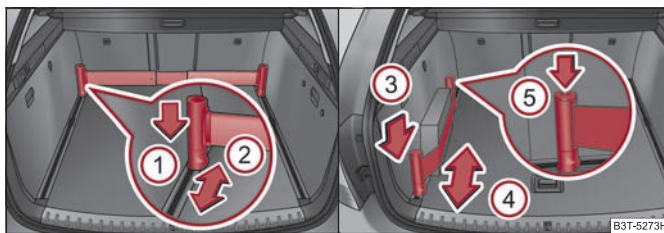

Fig. 25 Asta telescopica e cinghia di fissaggio
- Premere la parte superiore del supporto nella direzione della freccia ① ⇒ fig. 25 e spingerlo contemporaneamente nella posizione desiderata, freccia ②.
- Premere il supporto nella direzione della freccia ③ ⇒ pag. 18, fig. 25 e spingerlo contemporaneamente nella posizione desiderata, freccia ④.
- Premere il tasto ⑤ sul lato superiore del supporto e tendere la cinghia.
- La cina di fissaggio può essere completamente arrotolata premendo il tasto ⑤ ⇒ pag. 18, fig. 25. ■